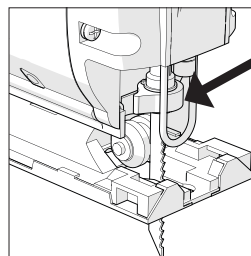

Fig 1
1. INSTALAR O DESMONTAR UNA HOJA (Fig. 1)
- Gire el collar de bloqueo del soporte hacia delante y deslice la hoja de la sierra de vaivén completamente dentro de este. Asegúrese de que la barra en «T» de la conexión de bayoneta está completamente engranada dentro del soporte. **(Fig. 1)**